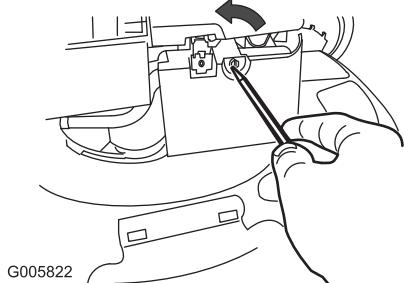

Bild 17
- Öffnen Sie die Luftfilterabdeckung mit einem Schraubenzieher (Bild 17).